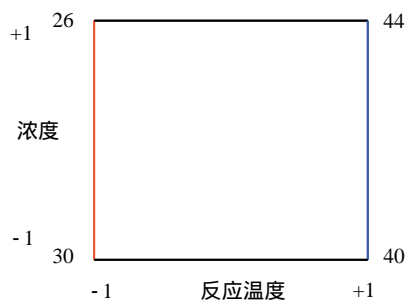

图3-10 因子效应示意图
1. 请计算各因子的主效应以及二因子的交互效应（见图3-10）。